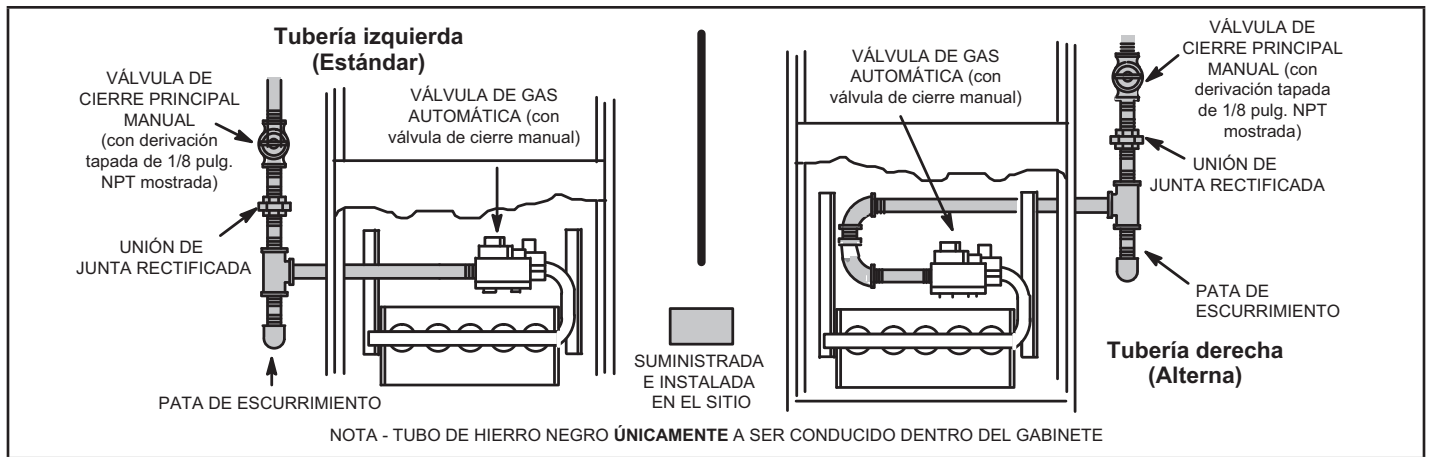

FIGURA 55
- 1 - La tubería de gas se puede conducir a la unidad desde el lado izquierdo o lado derecho. La tubería de suministro entra a la válvula de gas desde el costado de la válvula como se muestra en la FIGURA 55. La torsión máxima es de 800 pulg-libras y la torsión mínima es de 350 pulg-libras cuando se conecte la tubería de gas a la válvula de gas.
- 3 - La tubería de gas no debe tenderse a través de los conductos de aire, canaletas de ropa, chimeneas o ventilación de gas, montaplatos o el hueco del ascensor. Centre la línea de gas en el centro del agujero para tuberías. La línea de gas no debería tocar el costado de la unidad. Ver la FIGURA 55.